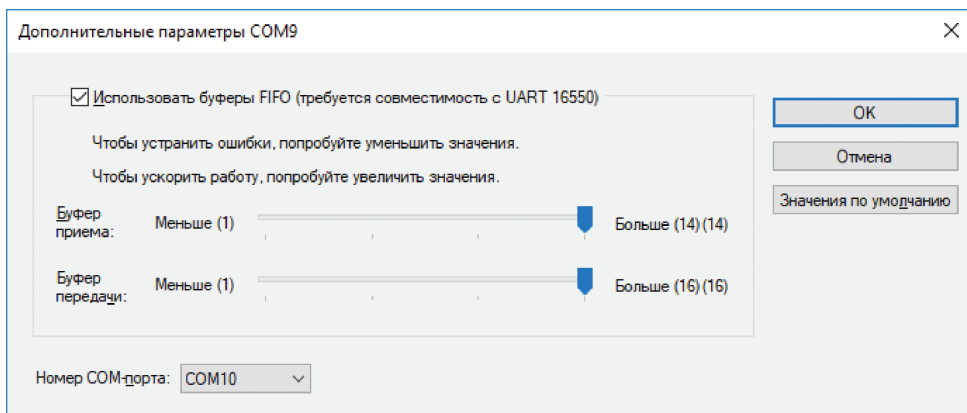

Рисунок 15
6.3.10 В окне «Дополнительные параметры COM», рисунок 15 выставить номер COM-порта в диапазоне [1..4]. Нажать кнопку «ОК» принять все изменения, закрыть все окна.